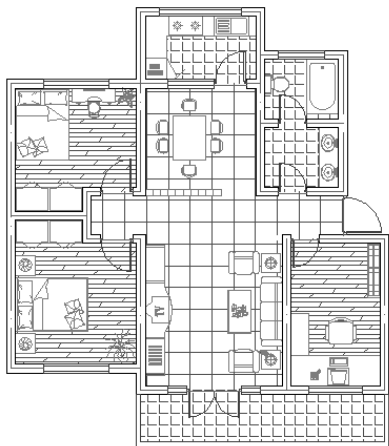

图 17.18 本例效果
本例在综合所学知识的前提下，通过绘制如图17.18所示的地面材质图，主要学习室内地面装修材料的快速表达方法和绘制技巧。
(8) 重复执行【图案填充】命令, 设置填充图案和填充参数如图 17.26 所示, 对阳台填充地砖图案, 最终结果如上图 17.18 所示。
(9) 执行【另存为】命令, 将图形另名存储为“综合实例二.DWG”。